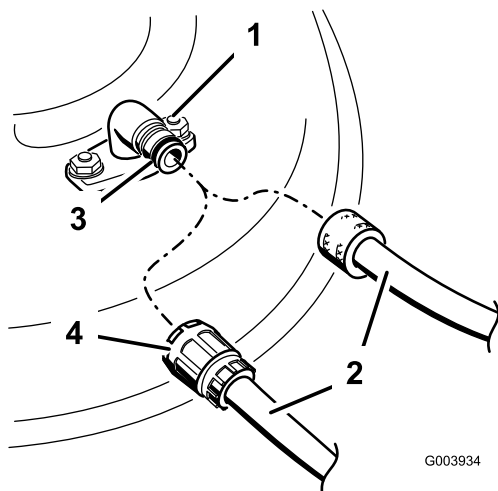

Figure 54
3. Branchez le raccord du flexible au raccord de lavage du carter du tablier de coupe et ouvrez l'eau en grand (Figure 54).